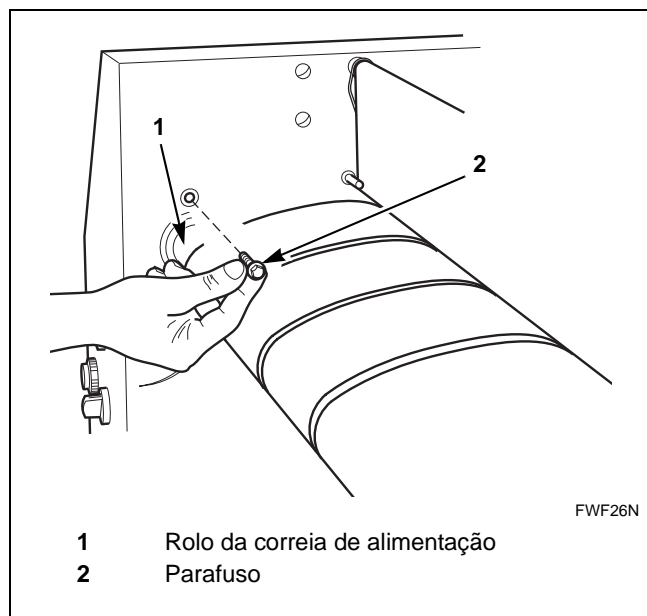

Figura 31
6. Solte o rolo da correia de alimentação, no painel interno do lado esquerdo, removendo os parafusos. Mantenha o rolo no lugar e verifique a direção na qual o rolamento está montado. Consulte *Figura 31*.